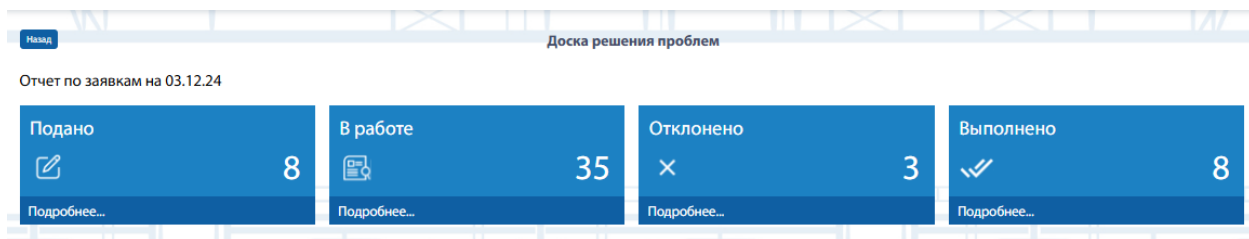

Рисунок 3.19
2. На странице в верхней части выводится отчет по вчерашнему дню (Рисунок 3.19):